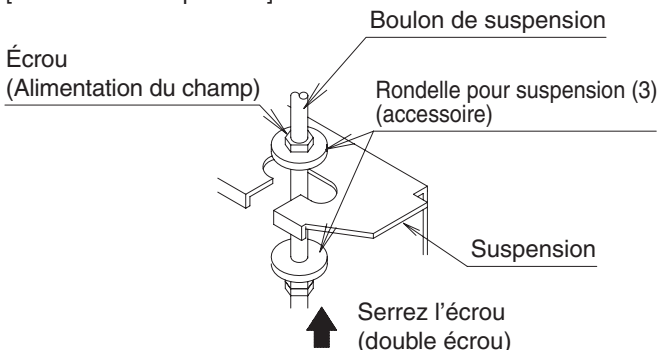

Fig. 7
(1) Installez temporairement l'unité intérieure.
- Connectez les suspensions aux boulons de suspension. Assurez-vous d'utiliser et de serrer l'écrou et la rondelle (3) pour chaque suspension à partir des côtés supérieur et inférieur de la suspension. (Reportez-vous à Fig. 7)